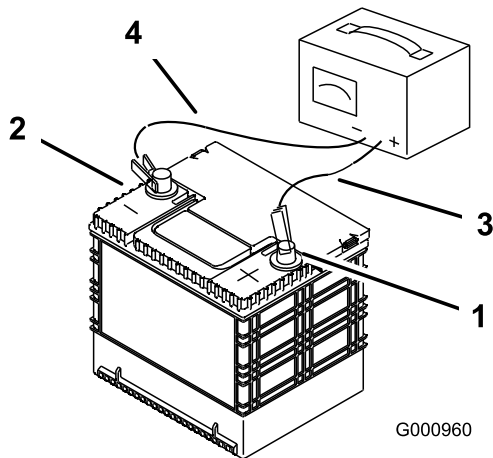

Figura 51
3. Quando a bateria estiver totalmente carregada, desligue o carregador da tomada eléctrica e em seguida desligue os cabos do carregador dos bornes da bateria (Figura 51).